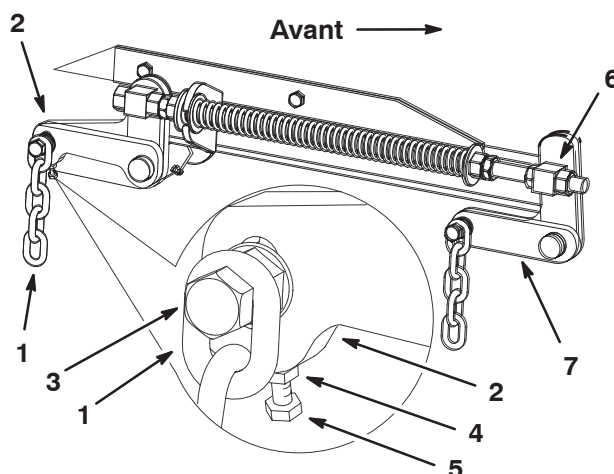

Figure 51
7. Si la distance mesurée au point **B** ou **C** n'est pas correcte, desserrez le boulon de fixation de la chaîne arrière au bras de support arrière (Fig. 51).